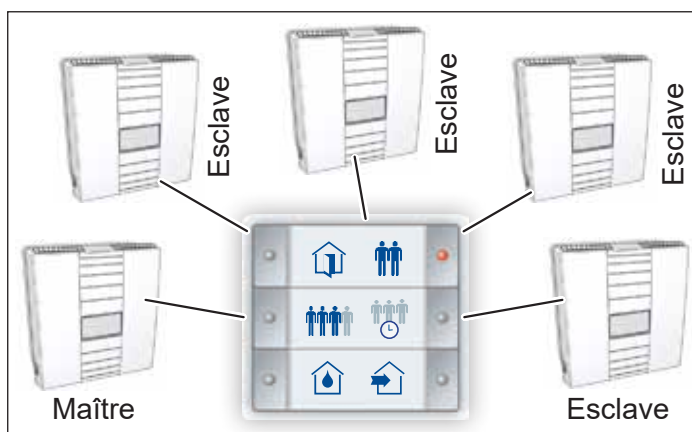

Fig. 30 : Raccorder les appareils d'aération en étoile
- Les câbles de commande devraient être posés et raccordés si possible en étoile (voir Fig. 30) des appareils d'aération au capteur à touche InControl.